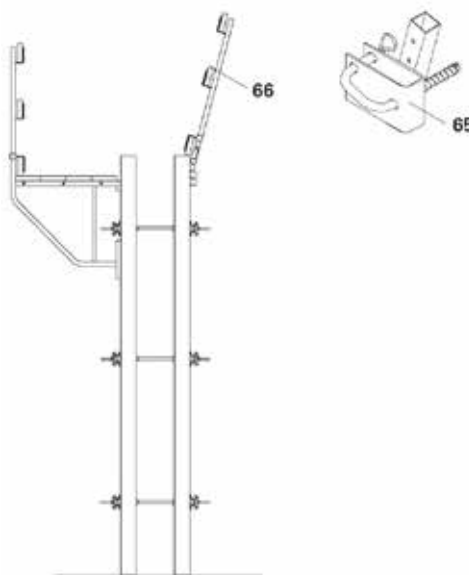

Рис. 50
- крепеж стойки ограждения TRIO (65);
- стойка ограждения HSGP (66).
- (Рис. 50)